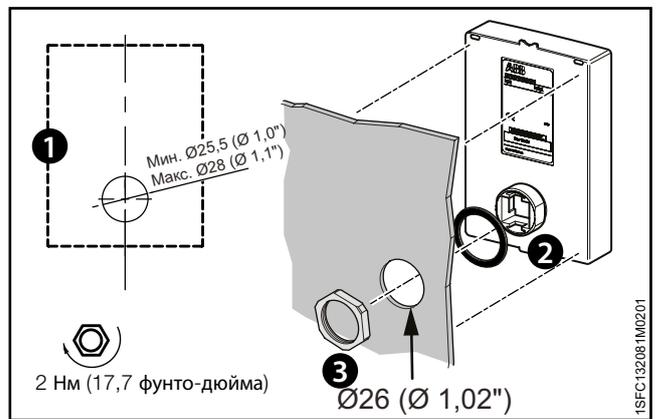

Рис. 4.9
1. Чтобы отсоединить съемную панель управления от устройства плавного пуска, ослабьте пластмассовый фиксатор под съемной панелью управления; см. **1** и **2** на **Рис. 4.9**.
2. Просверлите отверстие для установки съемной панели управления. Максимальный размер отверстия составляет $\varnothing 26$ мм ($\varnothing 1,02$ дюйма), см. **1** на **Рис. 4.9**. Наденьте резиновое уплотнение на резьбовой сетевой разъем на съемной панели управления, см. **2** на **Рис. 4.9**. Нажмите на резьбовой сетевой разъем, чтобы вставить его в просверленное отверстие. См. **3** на **Рис. 4.9**. Затяните пластмассовую винтовую гайку на резьбовом сетевом разъеме с усилием 2 Нм (17,7 фунта/дюйм).